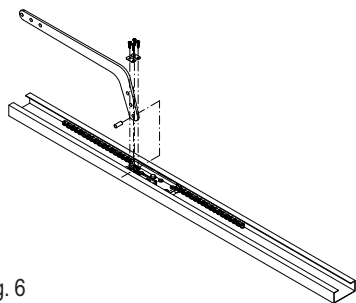

Fig. 6
- Montare il braccio di traino (fig. 6).